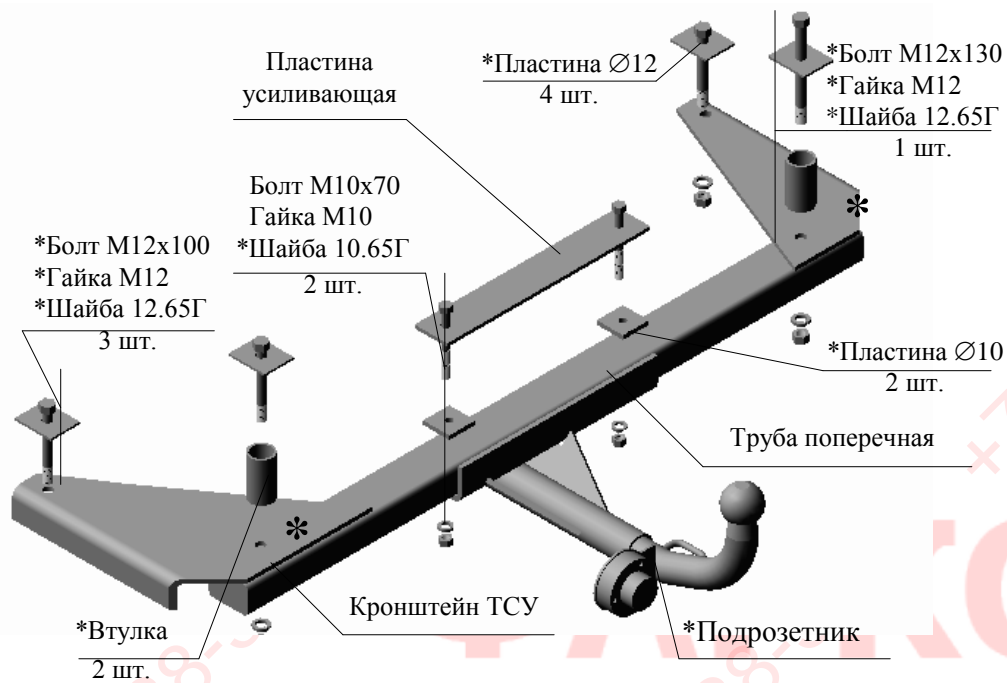

Рис.1 Тягово-сцепное устройство ТСУ 7410 ДЭУ.
2.1 ТСУ 7410 в сборе (рис.1)	1 шт.
2.2 Пакет с комплектующими (см. рис.1)	1 шт.
4.3 Прижать ТСУ кронштейнами к лонжеронам автомобиля, совместив задние отверстия кронштейнов ТСУ (на Рис. 1 отмечены *) с технологическими отверстиями в лонжеронах.
Подвесить ТСУ на два болта (см. Рис. 1). Расположить пластины Ø12 между головками болтов и полом багажника.
4.5 Закрепить ТСУ тремя болтами М12х100 и болтом М12х130 в соответствии с Рис.1, расположив пластины Ø12 между пластинами ТСУ и
4.6 Просверлить в полу багажника два отверстия Ø10,5...11 мм через трубу поперечную ТСУ под болты М10х80 в соответствии с Рис. 1, используя ТСУ, как кондуктор. Закрепить ТСУ двумя болтами М10х70, расположив пластины Ø10 между полом багажника автомобиля и трубой ТСУ, а усиливающую пластину - между головками болтов и полом багажника.